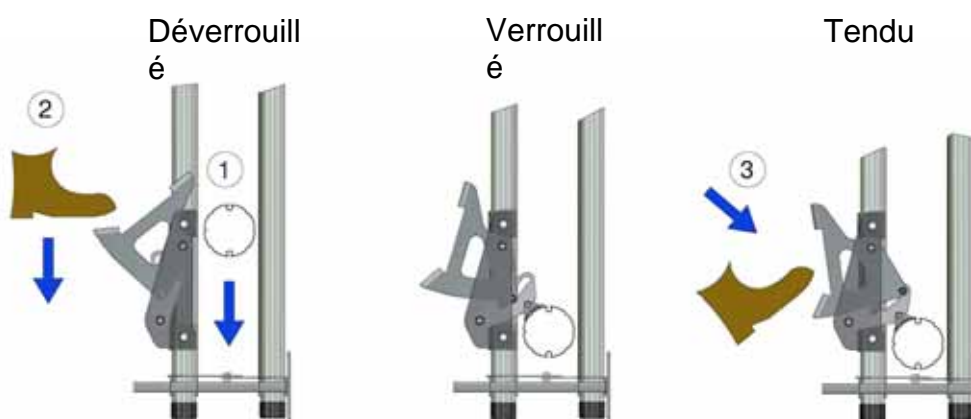

Figure 25 : accrochage du rideau
8.2 Une fois pleinement fermé, il est possible de mettre les loquets en position fermée pour empêcher le tube d'enroulement inférieur de se relever. Par grands vents, il convient de tendre le tube du bas en appuyant à fond sur le loquet, Figure 25.